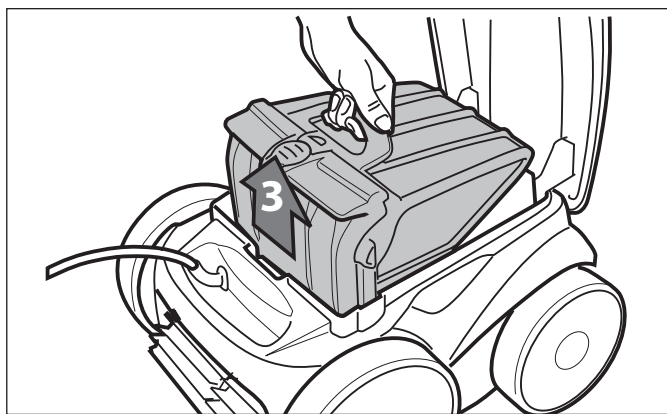

Figura 21. Remueva el ensamblaje del filtro
6. Retire el ensamble del filtro del cuerpo (3), como se muestra en la Figura 21.